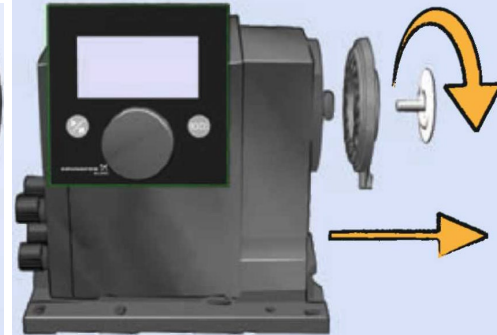

Abb. 28: Dosiermembrane demontieren
- ➔ Die Dosiermembrane abschrauben (⌚) und mit Flansch abnehmen (siehe Abb. 28).